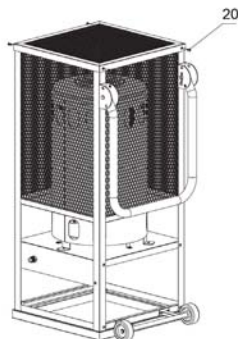

Figure 4
5. Attachez la plaque supérieure (no 1) au cadre au moyen de quatre boulons M4 x 10 (Fig. 4).